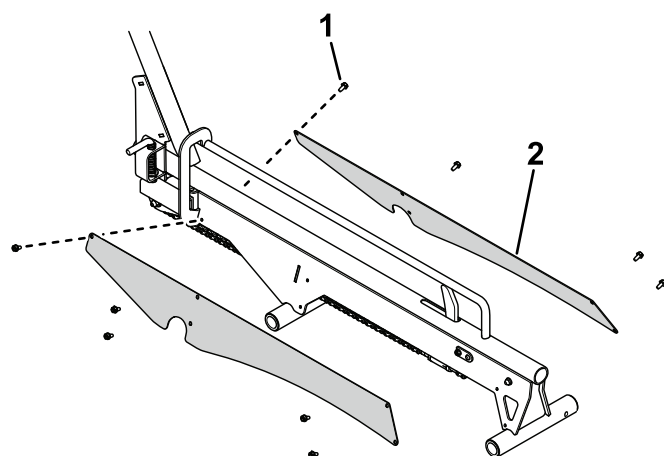

Figura 8
10. Utilizzate 10 viti a testa esagonale per fissare i coperchi della catena ai gruppi rampa (Figura 8).